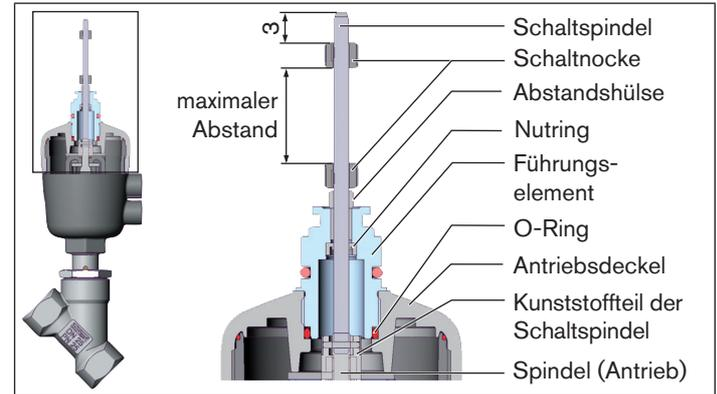

Bild 11: Montage der Schaltspindel (2), Reihe 20xx
- Den O-Ring nach unten in den Deckel des Antriebs drücken (siehe „Bild 11“).
Sicherstellen, dass der Abstand zwischen den beiden Schaltknocken maximal ist (siehe „Bild 11“).